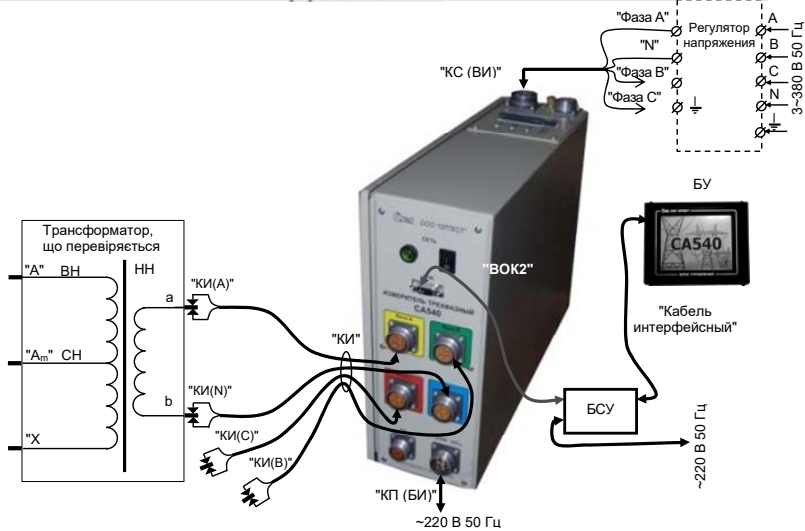

Рисунок 6.40
1) Зібрати вимірювальну схему при управлінні Вимірювача від БУ (рисунок 6.40).